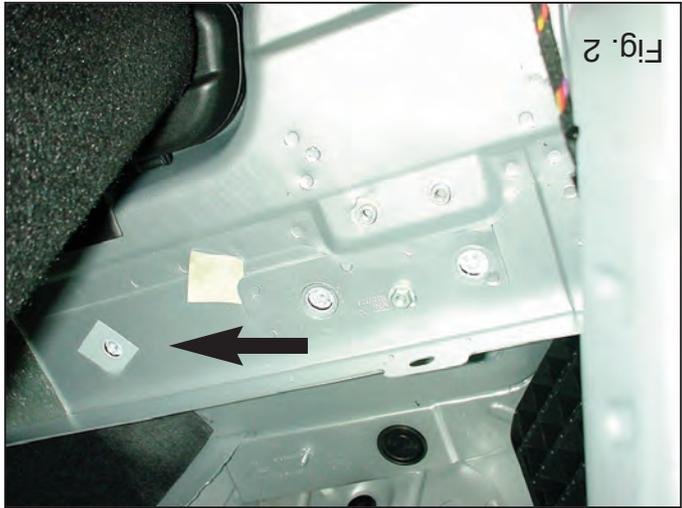

Fig. 2
1. Verwijder de bekleding van de bodemplaat. Verwijder het kunststof-achterpaneel en neem het linker en rechter zijpaneel gedeeltelijk los, zodat de bevestigingspunten bereikbaar zijn. Verwijder de stickers uit de kofferbakbodem t.p.v. de bevestigingspunten. (zie fig. 2.) Demonteer de bumper en maak het hitteschild en de laatste uitlatophanging los. Zaag het aangegeven deel uit de bumper met behulp van de sjabloon. (sja-bloon op buitenzijde van de bumper plaatsen).
1. Remove the bootmat. Remove the plastic back panel and detach the left and right side panels to access the points of attachment. Remove the stickers from the fixing points in the base of the luggage compartment (see fig. 2). Remove the bumper and loosen the heat shield and the last exhaust suspension. Use the template to saw out the indicated section from the bumper. (place the template on the outside of the bumper).
1. Die Fußbodenverkleidung entfernen. Die Kunststoff-Rückwand entfernen und die linke und rechte Seitenwand teilweise lösen, so dass die Befestigungspunkte erreichbar sind. Die Aufkleber auf dem Boden des Kofferraums bei den Befestigungspunkten entfernen (siehe Abb. 2). Die Stoßstange demontieren und das Hitzeschild sowie die letzte Auspuff-
1. Z podłogi należy zdjąć wykładzinę. Usunąć tylny panel wykonany z tworzywa sztucznego i podłuzować prawy i lewy panel, tak by punkty montażowe były dostępne. Usunąć nalepki z dna bagażnika w punktach mocujących. (patrz rys. 2). Zdemonstrować zderzak i zlizować osłonę termiczną ostającego tylnego oświetlenia wieszaka nury wyłotowej. Wyplować wskazany odciniek zderzaka korzystając z szablonu. (szablon umieścić na zewnętrznej stronie zderzaka). (patrz rys. 3).
1. Déposer le revêtement du plancher du fond. Enlever le panneau arrière en plastique et détacher partiellement le panneau latéral à gauche et à droite afin d'accéder aux points de fixation. Enlever les autocollants du fond du coffre à l'emplacement des points de fixation (voir fig. 2). Démontez le pare-chocs et détachez le bouclier thermique ainsi que la dernière attache de l'échappement. Scier la partie du pare-chocs indiquée avec le gabarit. (Placer le gabarit sur le côté extérieur du pare-chocs).
1. Retirar el revestimiento del suelo. Retirar el panel trasero sintético y desprender parcialmente el panel lateral izquierdo y derecho, de modo que quedan accesibles los puntos de sujeción. Retirar los adhesivos del maletero a la altura de los puntos de fijación. (Véase la fig. 2). Desmontar el parachoques y soltar el escudo térmico y la última suspensión del tubo de escape. Serrar la parte indicada del parachoques con ayuda de la plantilla. (instalar la plantilla en el lado exterior del parachoques).
1. Fjern beklædningen i bunden. Fjern bagpanelet af kunststof og løs det venstre og højre sidepanel, således at man kan komme til ved montagepunkterne. Fjern mærkaterne ved montagepunkterne (jævnfør fig. 2) i bunden af bagagerummet. Demonter kofangeren og løs varmeskjoldet og det yderste udstødningsophæng. Sav den angivne del ud af kofangeren ved hjælp af skabelonen (skabelonen anbringes på ydersiden af kofangeren).